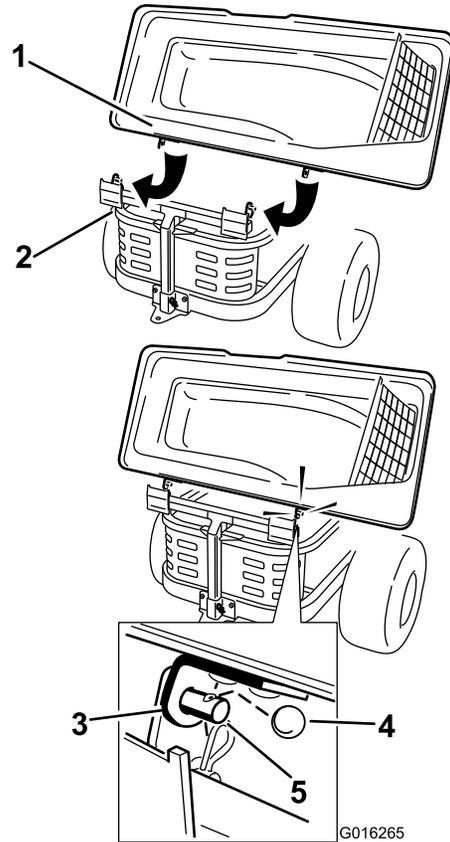

Bild 21
2. Schieben Sie die Halterungen über die Streben im Heckfangsystemrahmen und setzen Sie den runden Splint in das Loch in der rechten Strebe (Bild 21).